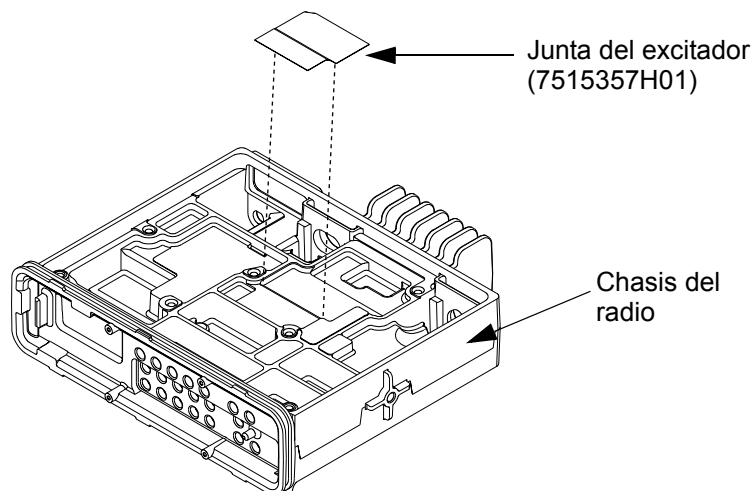

Figura 5-57 Alineación de la junta del excitador sobre el chasis
3. Una vez que la superficie esté limpia y seca, despegue la junta nueva de la lámina a la que viene adherida de fábrica, y colóquela sobre el chasis. Alinee los bordes de la junta con los bordes del chasis, como se muestra en la Figura 5-57.
3. Una vez que la superficie esté limpia y seca, despegue las juntas nuevas de la lámina a la que vienen adheridas de fábrica, y colóquelas con la parte blanca hacia abajo sobre cada uno de los transistores y sobre el PA de audio (ver Figura 5-57).